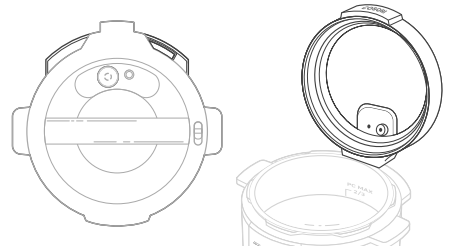

Abbildung 1.5
- Der Deckel lässt sich bequem in die Deckelhalterung auf der Rückseite des Schnellkochtopf-Basis legen. **[Abbildung 1.5]**